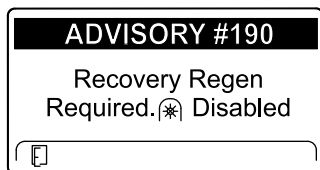

Figure 75
- Régénération d'urgence requise – prise de force désactivée AVIS N° 190 (Figure 75)